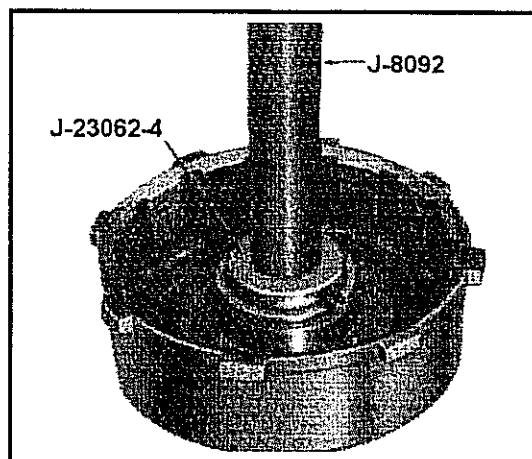

Abb. 10-180 Einsetzen der Buchse im Kupplungsgehäuse für Direkten Gang
- Die Buchse unter Verwendung des Spezialwerkzeugs J-123062-14 auf Haltegriff J-18092 einsetzen, so daß die Buchse 0,25 mm unterhalb der Aussparung in der Nabe mit dem Haltering liegt. Siehe Abb. 10-180.